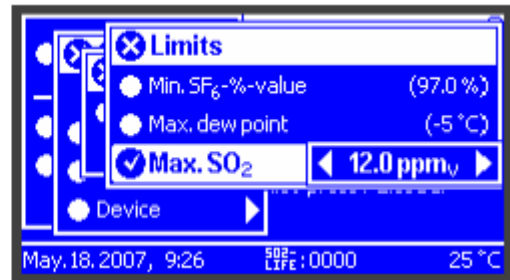

图 6.19
- 极限（数据采集/极限）（图 6.19）
日期/时间（设置/日期/时间）（图 6.19）